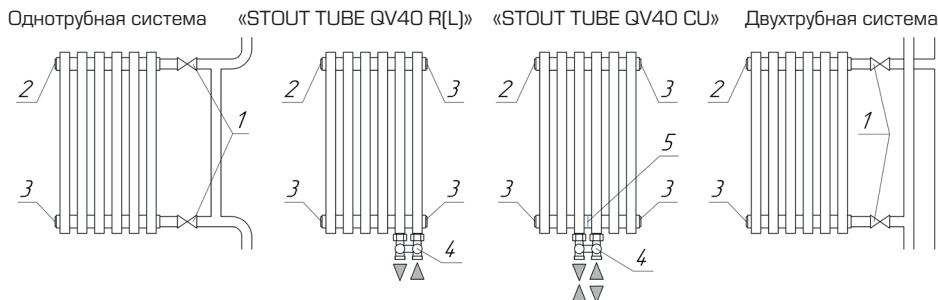

Рис.2 1. Вентиль. 2. Кран Маевского - воздухоотводчик. 3. Пробка глухая.
5.7. Схема подключения радиаторов приведена на рис. 2.